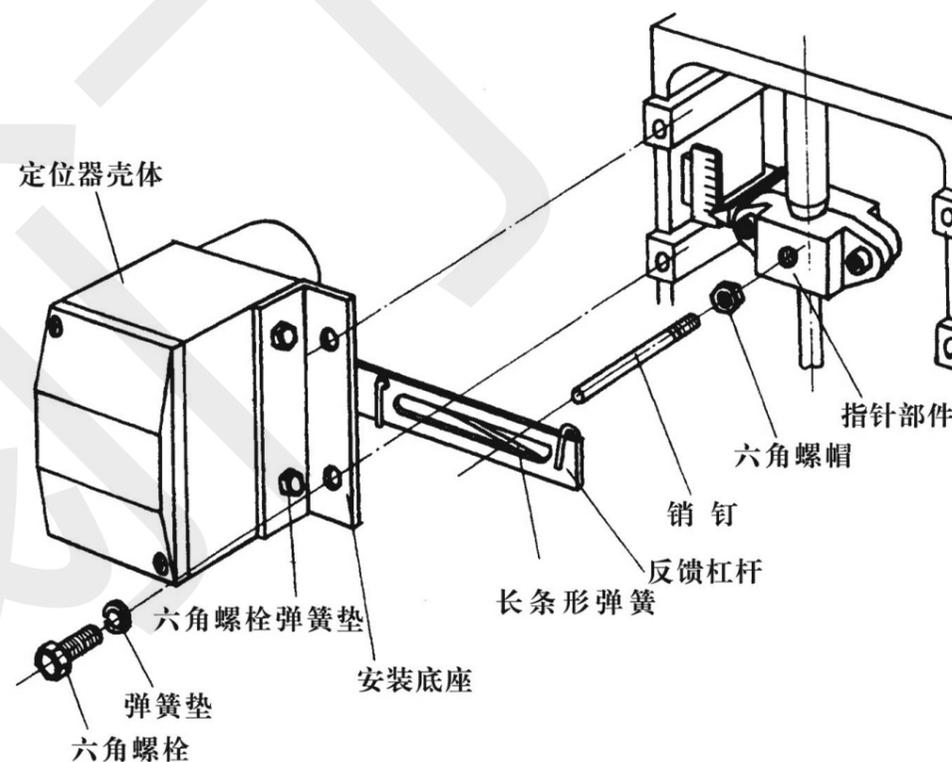

图4 定位器在ZHBA型执行机构上安装图
1、定位器在ZHBA型(注1)执行机构上的安装。(见图4)
把销钉和六角螺帽按图4所示装在指针部件上。
用图4所示的六角螺栓(M10×20)和弹簧垫片把安装底座装在执行机构上。销钉穿在反馈杠杆的长槽内。